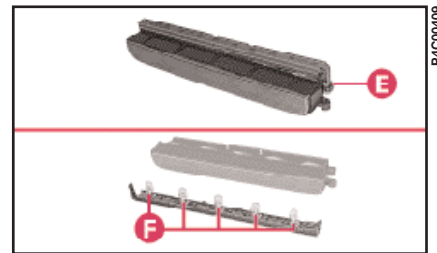

fig. 23
3) Sganciare la linguetta **E** (fig. 23) e separare il gruppo lampade dal gruppo trasparente.
4) Sostituire la lampada **F** (fig. 23) bruciata.